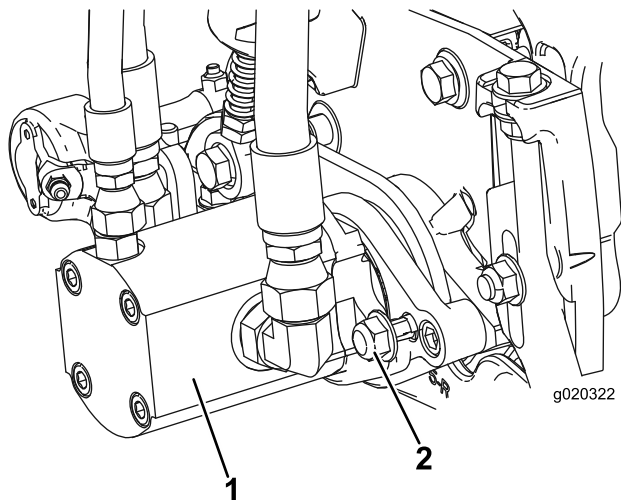

Рисунок 13
- Установите двигатель, повернув его по часовой стрелке таким образом, чтобы фланцы двигателя не закрывали контргайки (Рисунок 13). Поворачивайте двигатель против часовой стрелки, пока фланцы не охватят гайки, затем затяните гайки.